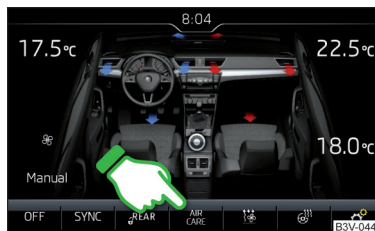

Abb. 170
- Zum **Ein-/Ausschalten** die Taste **MENU** auf dem Climatronic-Bedienteil drücken, dann die Funktionsfläche **AIR CARE** → **Aktiv** im Infotainmentbildschirm antippen » **Abb. 170**.